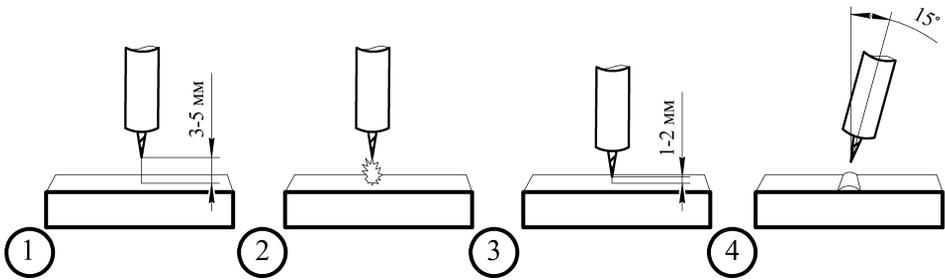

Рис. 7.2. Высокочастотный поджиг дуги.
**Высокочастотный поджиг HF** - позволяет зажечь TIG дугу без касания к изделию. Основное преимущество в том, что при зажигании дуги в основном металле не остается вольфрамовых включений (см. рис. 7.2).